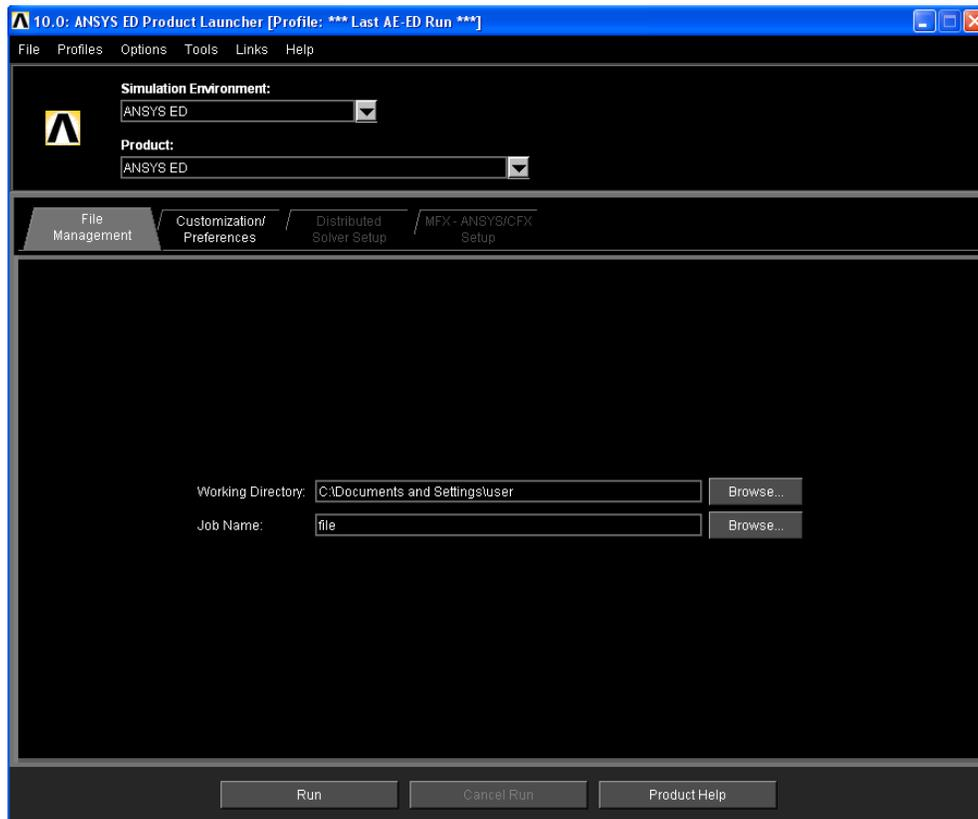

Рисунок 36. Окно *10.0: ANSYS ED Product Launcher*
Для решения откорректированной задачи сохраненной в к-файле необходимо использовать *Ansys Product Launcher* (Рисунок 36):
- Нажмите кнопку *Run* в окне *Launch ANSYS Product Launcher* (Рисунок 36).
После окончания решения следует закрыть *ANSYS Product Launcher* (Рисунок 36) с помощью пункта раскрывающегося меню *File> Exit*, либо нажать кнопку .